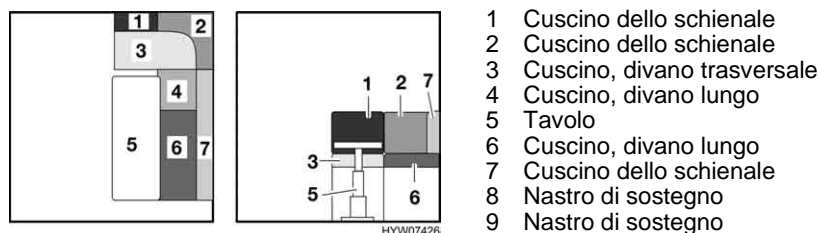
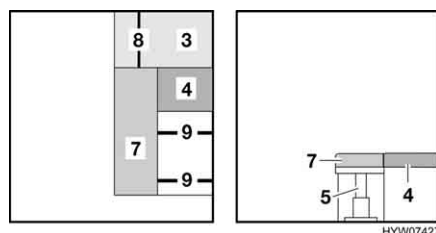

Fig. 110 Prima della trasformazione
Fig. 111 Durante la trasformazione
- Trasformare il tavolo fisso con piede telescopico (Fig. 110,5) in struttura di supporto letto (vedi paragrafo 6.7).
- Rimuovere i cuscini dello schienale (Fig. 110,1 e 2) e riporli.
- Rimuovere il cuscino dello schienale (Fig. 110,7) e posizionarlo sul tavolo in modo che entrambi i nastri di sostegno (Fig. 111,9) siano rivolti verso l'esterno. Il nastro di sostegno (Fig. 111,8) deve essere rivolto all'indietro.
- Rimuovere il cuscino del divano (Fig. 110,6) e riporlo.
- Posizionare entrambi i nastri di sostegno (Fig. 111,9) e fissarli con i bottoni automatici.
- Sollevare internamente il cuscino del divano trasversale (Fig. 111,3) e fissare il nastro di sostegno (Fig. 111,8) con il bottone automatico.